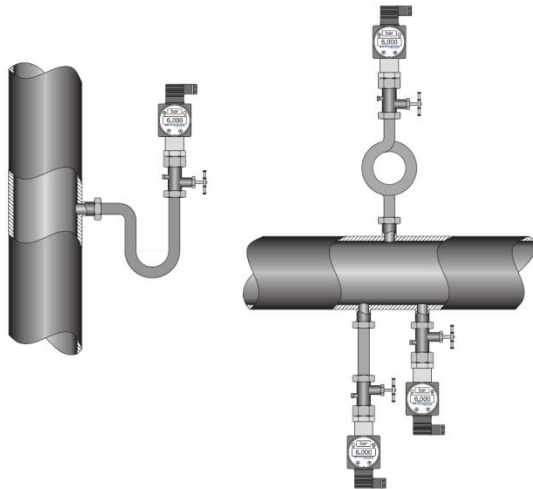

Рисунок 5. Монтаж датчика для измерения давления пара.
4.6. При измерении давления пара рекомендуется использовать импульсные трубки, предварительно заполненные водой (см. рис. 5.).